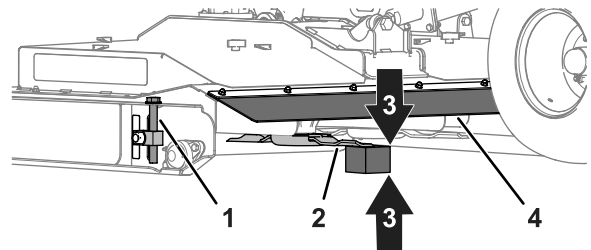

Figura 80
1. Trabajando en la parte trasera de la carcasa de corte, eleve el faldón trasero y sitúe el bloque de madera de 51 mm (2") entre el extremo trasero de la cuchilla central y el suelo (Figura 80).